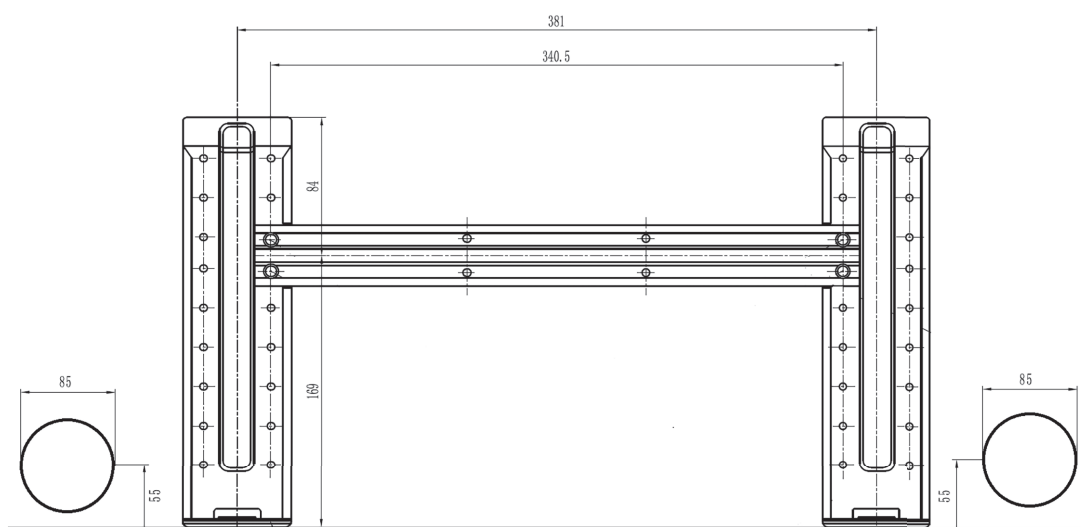

Ilustración 9 .
- Determine la posición del orificio de acuerdo con el diagrama indicado en la fig. 9. Practique un orificio de (≥ 85 mm para los modelos WSCS 11xx / ≥ 65 mm para los modelos WS 11xx) en dirección ligeramente descendente hacia el exterior, con el fin de evitar que el agua penetre en el interior.